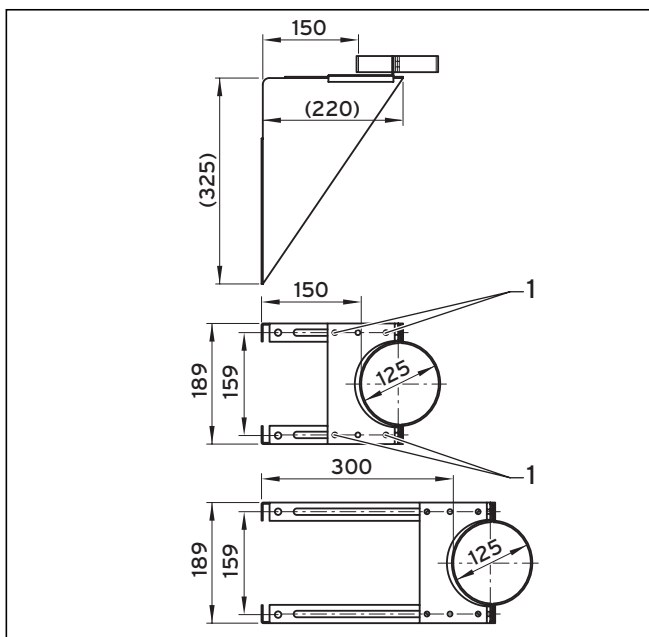

Abb. 4.47 Montage der Wandkonsole
- Stellen Sie den gewünschten Wandabstand ein und ziehen Sie die 4 Schrauben (1, Abb. 4.47) in montierbarer Position fest.